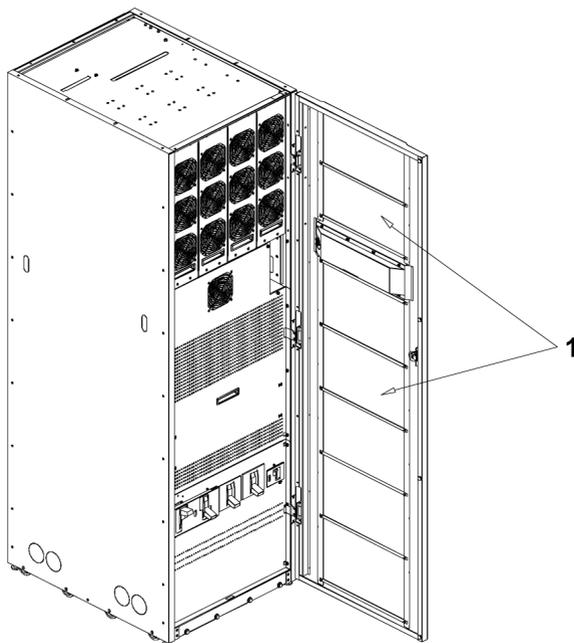

Рисунок 39. Расположение воздушного фильтра
2. Проверяйте воздушные фильтры ИБП, расположенные за передними дверцами, помойте или замените их по необходимости. Расположение фильтра показано на рис. 39. За сменными фильтрами обращайтесь к сервисному представителю Eaton. Снятие фильтра: